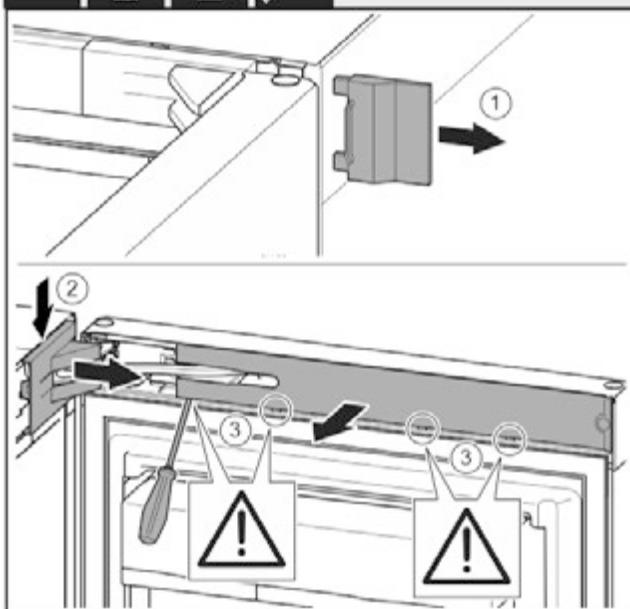

Fig. 6
- Зніміть зовнішню кришку. Fig. 6 (1)
- Звільніть і ослабте кришку опорного кронштейна. Зніміть кришку опорного кронштейна. Fig. 6 (2)
- За допомогою шліцевової викрутки звільніть від фіксатора та поверніть убік накладку. Fig. 6 (3)